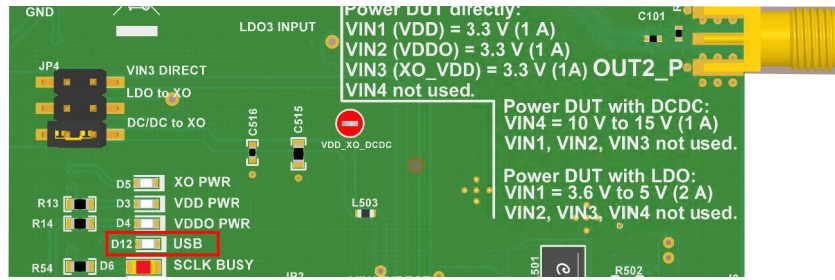

图 3-1. USB LED
- 点击 *Identify* 使 LED 闪烁, 如图 3-1 所示。这样可确认您已连接到希望连接的电路板。请注意, 已连接到 PC 但未通过 TICS Pro 实例连接的 USB2ANY 器件, 可能会持续以 1 秒亮、1 秒灭的慢速闪烁。点击 *Identify* 按钮后, LED 会以约 0.5 秒亮、0.5 秒灭的频率快速闪烁约 5 秒钟。